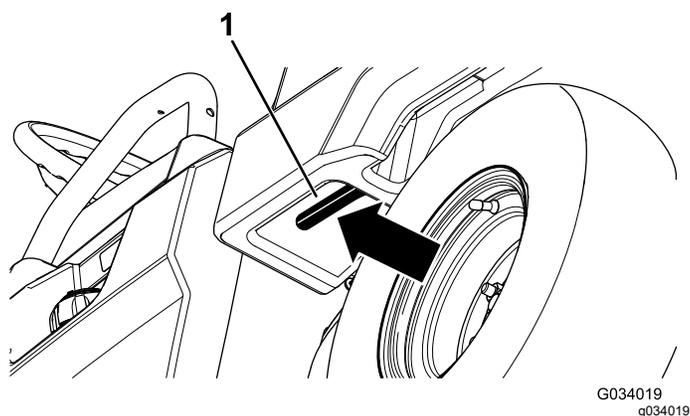

Рисунок 11
1. Потяните рычаг с левой внутренней стороны грузового кузова на себя и поднимите грузовой кузов вверх (Рисунок 11).
1. Немного приподнимите грузовой кузов, нажав вверх на рычаг защелки (Рисунок 11).